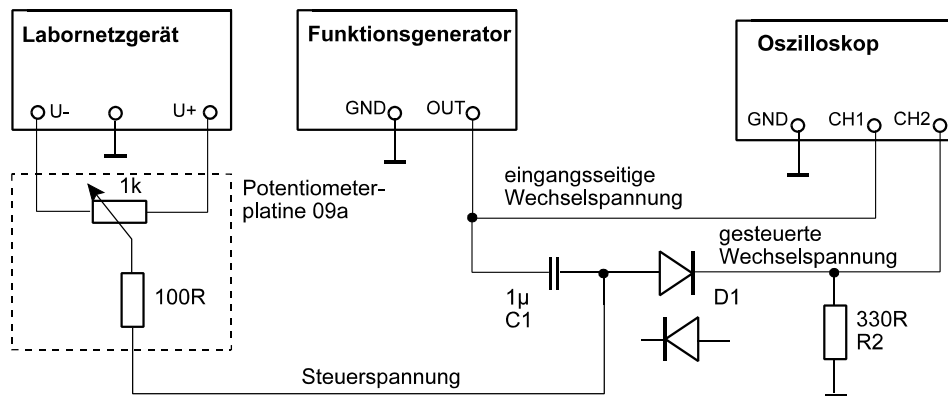

Abb. 3.2 Torschaltung. Ist Steuerspannung + maximaler Wechselspannungswert < Sperrspannung, so ist der Signalweg gesperrt.
- Torschaltungen (Abb. 3.2) sollen Signalflüsse steuern (mit anderen Worten, Signale durchlassen oder nicht durchlassen).